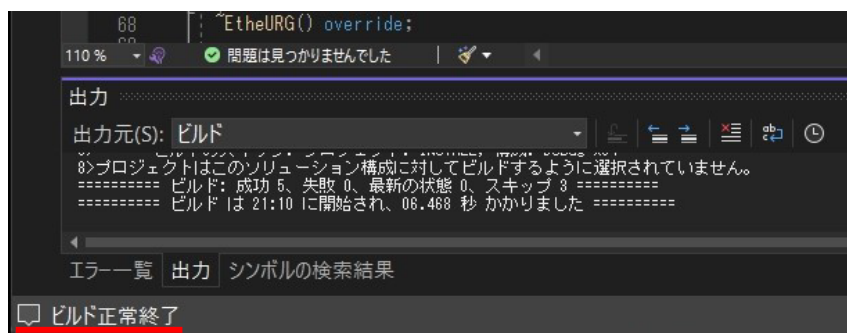

図 24 [ステータスバー]に[ビルド正常終了]と、表示された状態
- ③ 図 24 のように Visual Studio の[ステータスバー]に[ビルド正常終了]と、表示されたことを確認し、ウィンドウ右上の[×]をクリックし、Visual Studio を終了する。他の RTC も同じようにリビルドを行う。